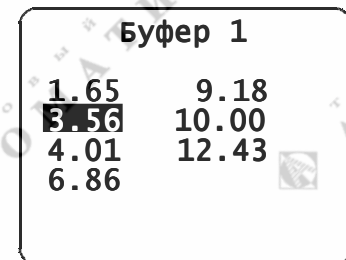

Рис. 24. Выбор значения буфера №1
- с помощью кнопок \blacktriangleleft и \blacktriangleright указать (см. рис. 24) значение применяемого буферного раствора №1;